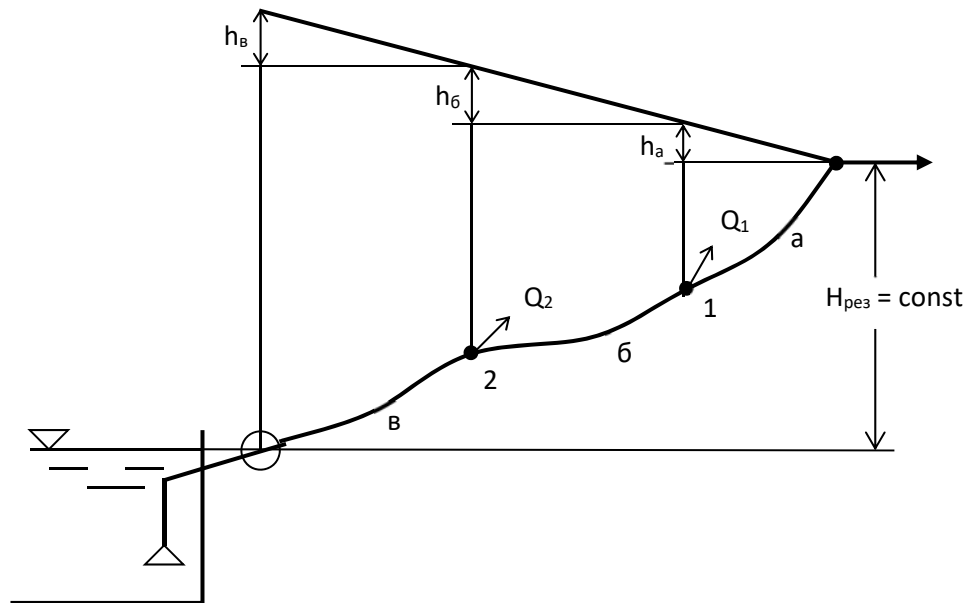

Рисунок 4 - Друга елементарна комбінація гідравлічних комплексів
3. В другій елементарній комбінації (рис. 4) відцентровий насос подає воду в мережу з двома фіксованими відборами в вузлах 1 і 2 і нефіксованим відбором в напірний резервуар.